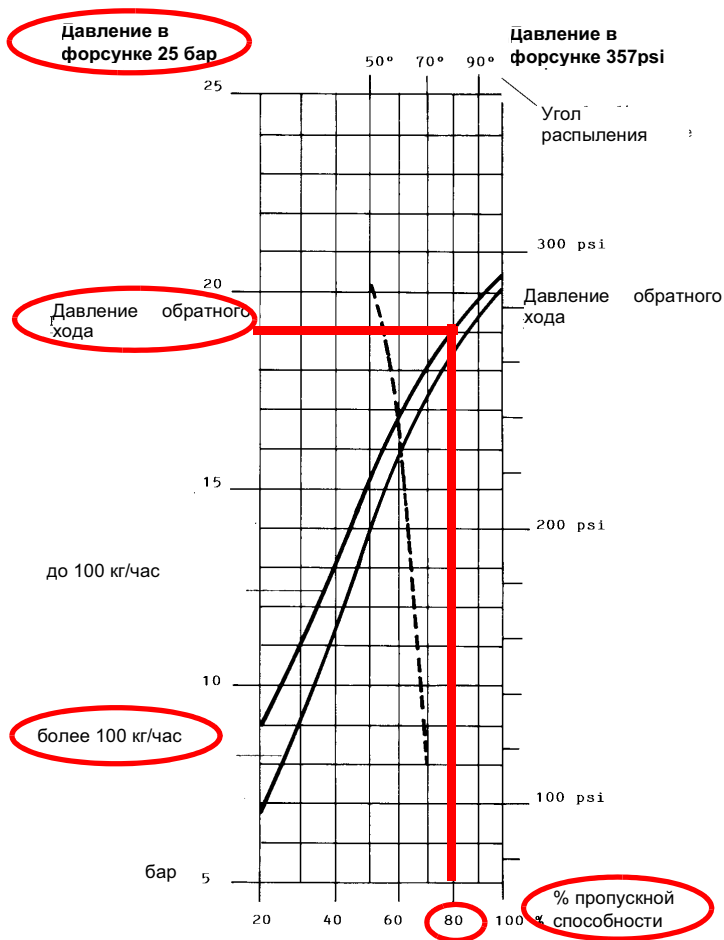
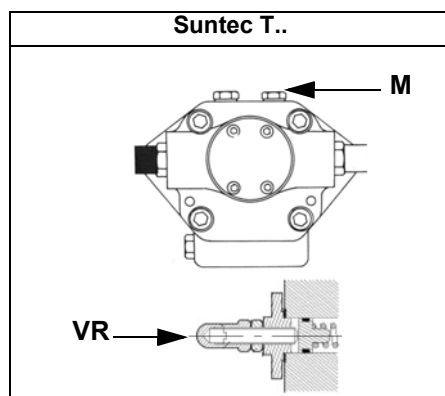
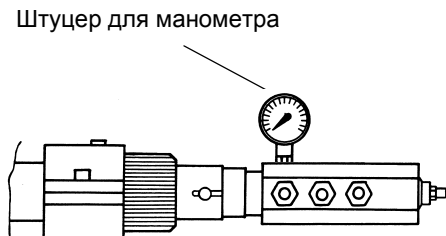

Рис. 21
Рис. 23
Рис. 24
Расход дизельного топлива регулируется за счет выбора форсунки (противопоточного типа), соответствующего мощности котла и типу применения размера, а также регулировки давления на прямом и обратном ходе жидкого топлива, согласно данных, указанных в таблице и на графике на Рис. 21 (для считывания давления - читайте последующие параграфы).
**Пример** : 80% номинального расхода на форсунке можно получить, если установлены форсунки с расходом более 100 кг/час, при давлении на обратном ходе примерно равном 18 бар (см. график на Рис. 21).
- 3 выпустить воздух со штуцера (**M**) манометра насоса (Рис. 23), расслабив слегка заглушку, но не снимая ее; затем отпустить контактор;
- 9 Давление питания форсунки уже отрегулировано заранее на заводе-изготовителе и не должно изменяться. Только в случае необходимости, отрегулировать давление питания (см. соответствующий параграф) следующим образом: установить манометр в положение, указанное на Рис. 24, воздействовать на регулировочный винт **VR** насоса (см. Рис. 23) до получения на форсунке давления в 25 бар (форсунки Fluidics или форсунки Vergonzo- см. графики на Рис. 21 -Рис. 22);
- 13 Смещать кулачок IV (малое пламя на мазутном топливе) в сторону минимальной мощности, с тем, чтобы сервопривод начал закрываться, до тех пор, пока два подшипничка не совместятся с регулировочным винтом, относящимся к самой низкой точке: закручивать винт **V2** для увеличения расхода, откручивать - для уменьшения, с целью получения значения давления, как на графике на Рис. 21-Рис. 22, на основании требуемого расхода.